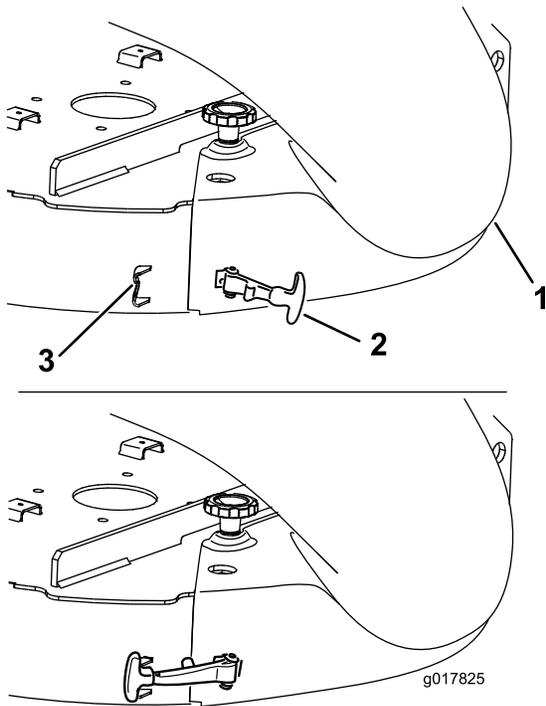

Figure 27
5. Accrochez le loquet à poignée flexible de la goulotte à la gâche soudée sur le tablier de coupe, à l'arrière de l'ouverture (Figure 27).